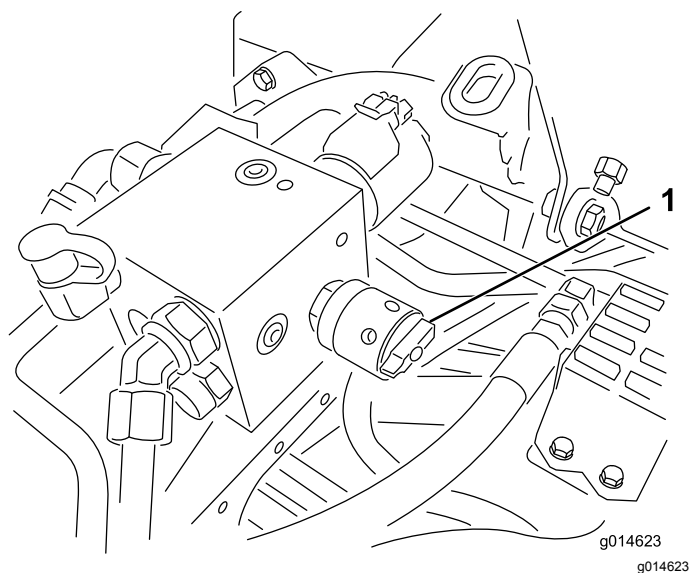

Рисунок 50
6. Поверните регулятор частоты вращения барабана в положение 1 (Рисунок 50).